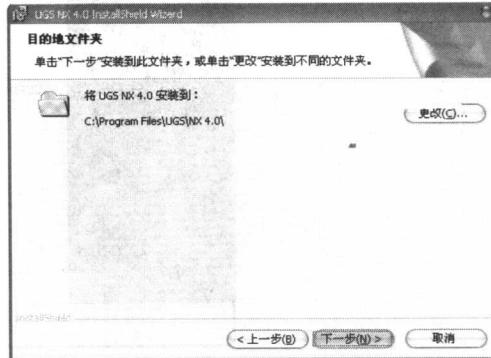

图 1-13 设置安装路径
(13) 设置安装路径, 单击图 1-13 所示【更改】按钮, 在打开的如图 1-14 所示的对话框的文本框中输入安装的路径, 完成以后单击【下一步】按钮。